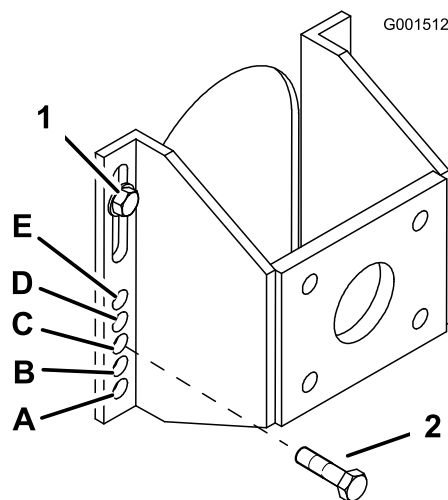

Рисунок 16
- Ослабьте, но не выворачивайте полностью 2 верхних болта оси (Рисунок 16).
- Выверните 2 нижних болта оси (Рисунок 16).
- Поднимите или опустите монтажный кронштейн так, чтобы можно было установить 2 регулировочных болта оси в нужные отверстия (Рисунок 16).